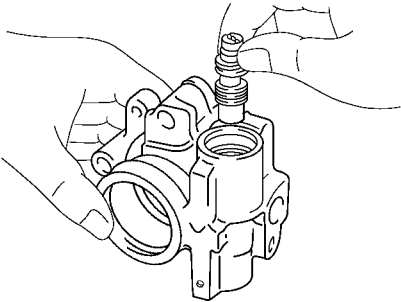

图 16-59 在叶片上涂敷液压油，借助自重能平稳地滑入阀孔
1) 检查流量控制阀是否磨损或损坏，然后在叶片上涂敷液压油，借助自重能平稳地滑入阀孔，如图 16-59 所示。